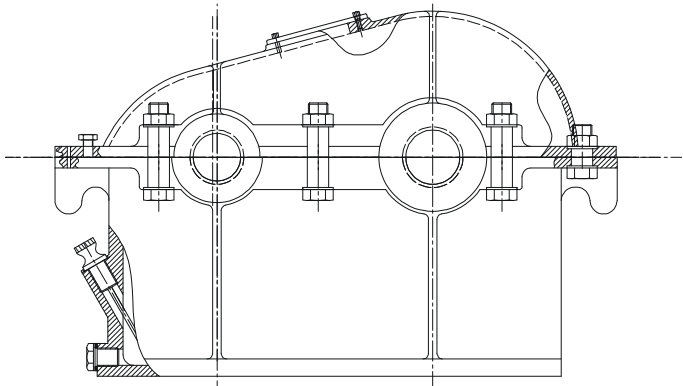

图 11-2-42
STEP 01 绘制减速器的定位销孔，根据箱盖上的定位销孔的位置的绘制方法，在箱体中相应位置绘制定位销孔。如图 11-2-42 所示。